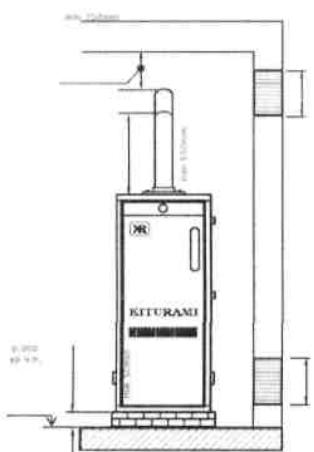

Рис. 17.1.
**2. Установка котла. (Рис. 17.1.)**